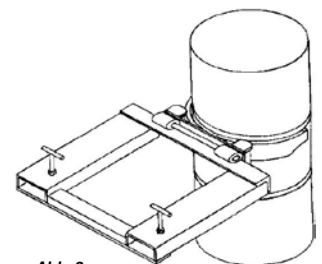

Abb. 3
7. Wenn die Greifer das Fass erfasst haben, heben Sie die Gabel an bis die obere Rille des Fasses auf den Greifern liegt. Das Fass kann nun angehoben und an den gewünschten Ort transportiert werden (Abb. 3).